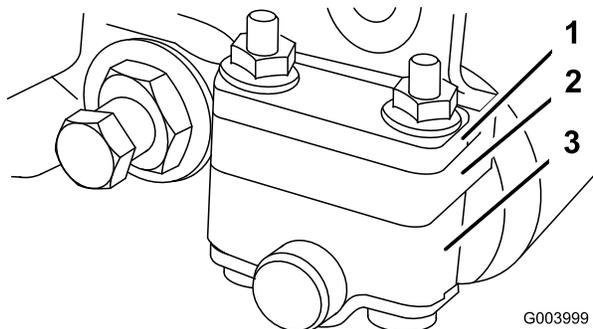
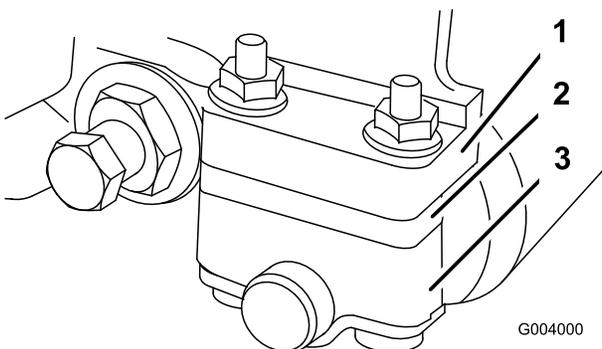

Bild 55
Bild 56
1. Stellen Sie die hinteren Rollenhalterungen (Bild 55 und Bild 56) auf die obere oder untere
- Positionieren Sie das Distanzstück unter den Montageflansch der Seitenplatte, wenn der Schnitthöhenbereich zwischen 3,2 mm und 25 mm liegen soll (Bild 56).